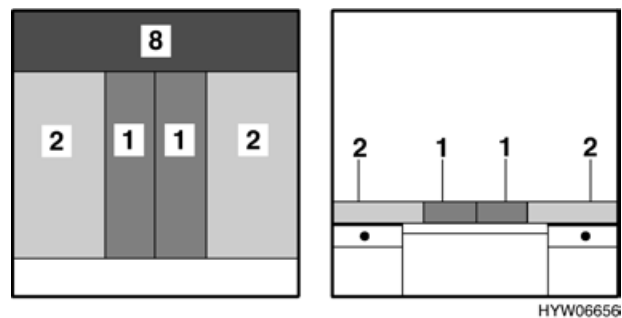

Fig. 46 Dopo la trasformazione
- Posizionare i due cuscini dello schienale (Fig. 46,1) al centro.
- Piazzare i cuscini aggiuntivi (Fig. 46,8) tra i cuscini dello schienale/del divano e la parete.